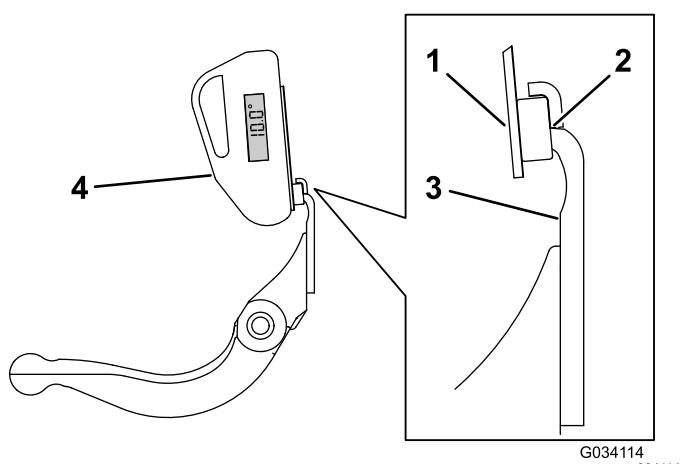

Figure 24
3. Placez le support de l'indicateur d'angle sur le bord de la contre-lame de sorte à adapter le bord de l'aimant au bord de la contre-lame (Figure 24).
- Placez l'indicateur d'angle sur le support, comme montré à la Figure 24.